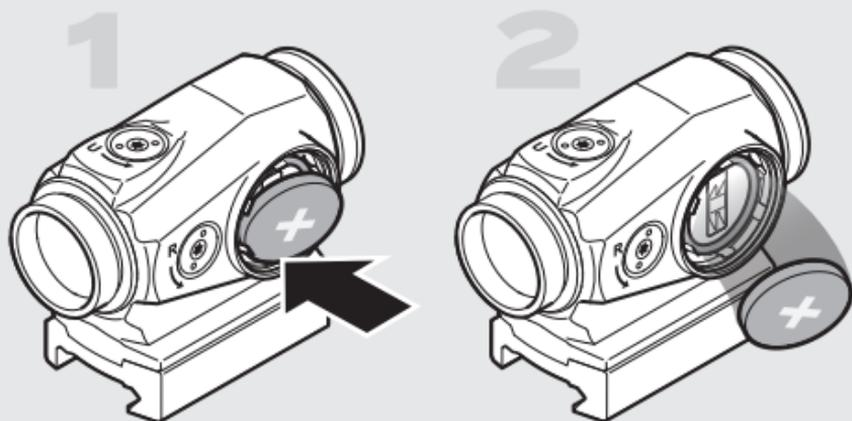

Fig. 2 Ta ur batteriet
- a Skruva loss och ta bort batterilocket (4).
- b När du byter batteri tar du bort det tomma batteriet från batterifacket genom att försiktigt trycka nedåt mot en kant enligt Fig. 2.